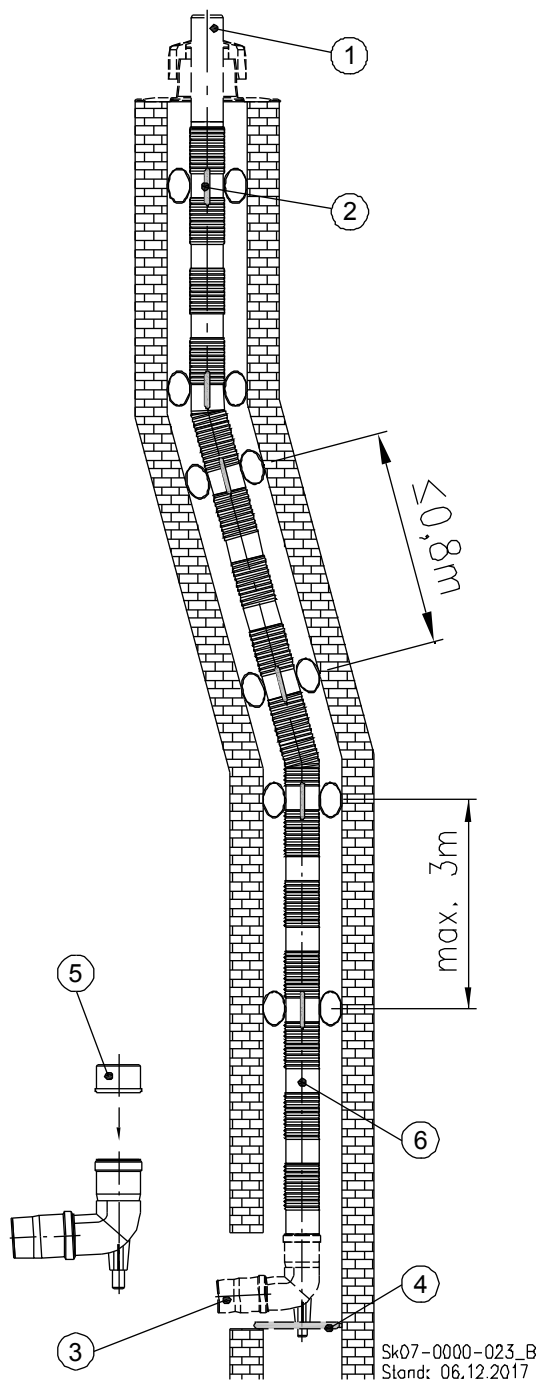
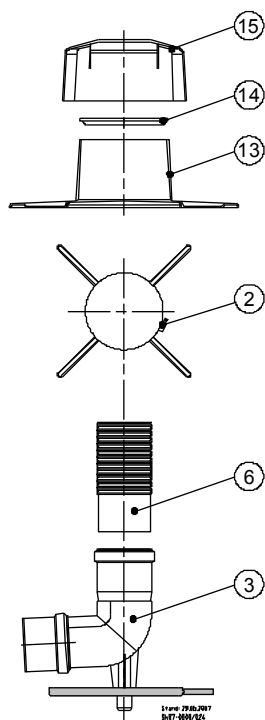

Abb. 44: Kaminsystem, flexibel
Abb. 46: Detail-Zeichnung Befestigung Schachtabdeckung
Legende zu Abb. 44:
- ➔ Säubern und entgraten Sie das Einsteckende des Abgasrohres ⑥ (s. Abb. 44).
- ➔ Reiben Sie das Einsteckende des Abgasrohres ⑥ mit säurefreiem Gleitmittel ein.
- ➔ Stecken Sie das sichtbare glatte Ende des Abgasrohres ⑥ in den auf dem Auflager sitzenden Stützbogen ③.
Legende zu Abb. 46:
②	Abstandhalter
③	Stützbogen mit Auflager
⑥	Flexibles Abgasrohr
⑬	Unterteil der Schachtabdeckung
⑭	Flexrohrklemme
⑮	Abdeckhaube
- ➔ Schieben Sie als erstes das Unterteil der Schachtabdeckung ⑬ (s. Abb. 46) über das Leitungsende Abgasrohr ① (s. Abb. 44).
- ➔ Spreizen Sie die Flexrohrklemme ⑭ auf.
- ➔ Schieben Sie die aufgespreizte Flexrohrklemme über das Leitungsende bis zum Unterteil der Schachtabdeckung ⑬.